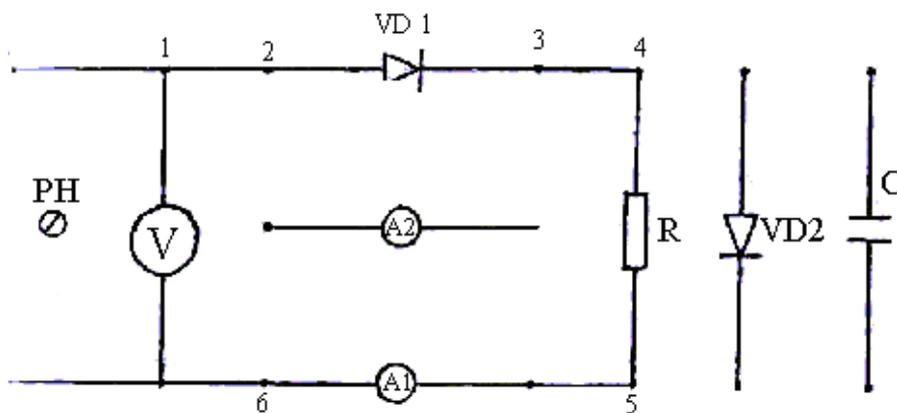

Рис.5
Схема установки для дослідження *p-n* переходу зображена на рис.5
1. Зібрати схему (рис.5). Під'єднати до клем (5) і (6) міліамперметр  $A_1$  і з'єднати з клемами (1) і (2), а також (3) і (4). Регулятор напруги РН встановити в крайнє положення, обертаючи проти годинникової стрілки.
1. В схемі (рис.5) під'єднати до клем (5) і(6) мікроамперметр  $A_2$  і, змінивши напрям струму в *p-n* -переході, для чого з'єднати провідниками клем (1) і (3); (2) і (4). РН встановити в нульовому положенні. Ввімкнути живлення, збільшуючи вхідну напругу через 1 В (від 0 до 8 В) вимірювати силу зворотного струму  $I_{зв}$ . Результати занести до таблиці 2. Вимкнути живлення. Розібрати схему.